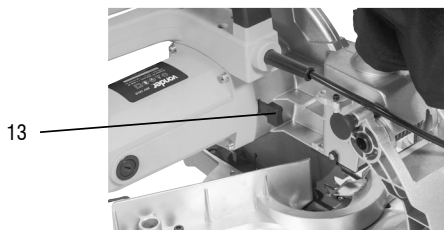

Fig. 13 – Trava do eixo
- Aperte o botão de trava do eixo (13) (fig. 13), e com a chave que acompanha a máquina, solte o parafuso do eixo da serra;